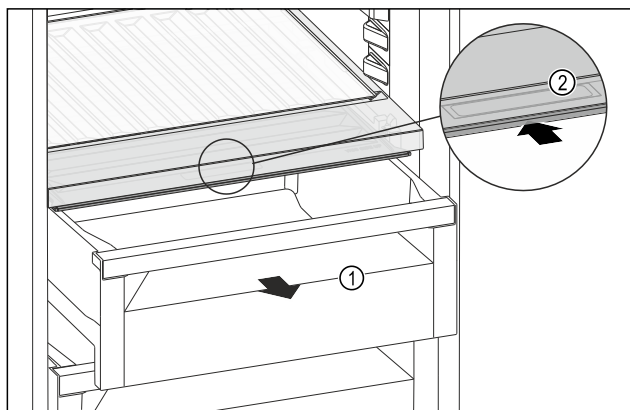

Fig. 124
- Zásuvku Fig. 124 (1) vytáhněte.
- Uchopte prohlubeň pro rukojeť Fig. 124 (2) na víku zásuvky a současně zasuněte víko zásuvky směrem dozadu.